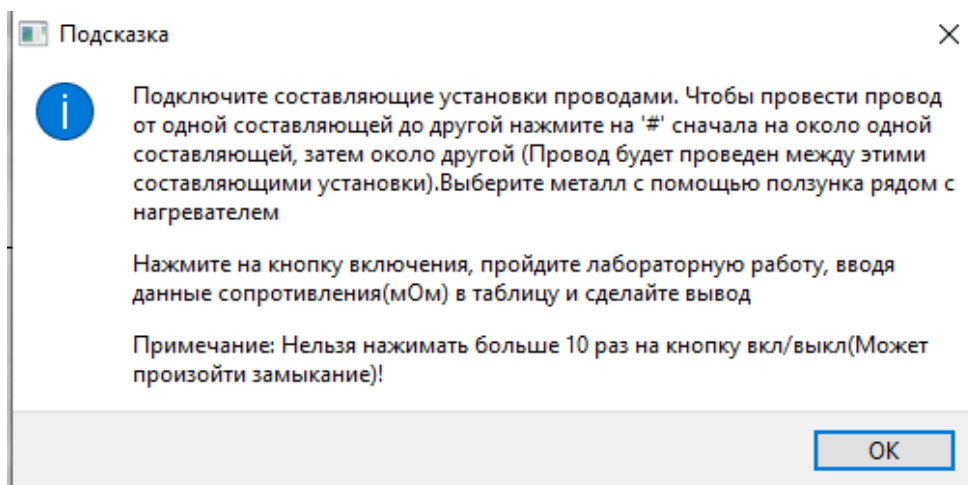

Рисунок 2.14 – Окно с сообщением о подсказке
Если все же воспользоваться при выполнении виртуальной лабораторной работы кнопкой «Подсказка», то система выведет подсказку в виде сообщения (рис. 2.14).
5. Нажать на кнопку «Подсказка» (см. рис. 2.14), понять, как проводится лабораторная.